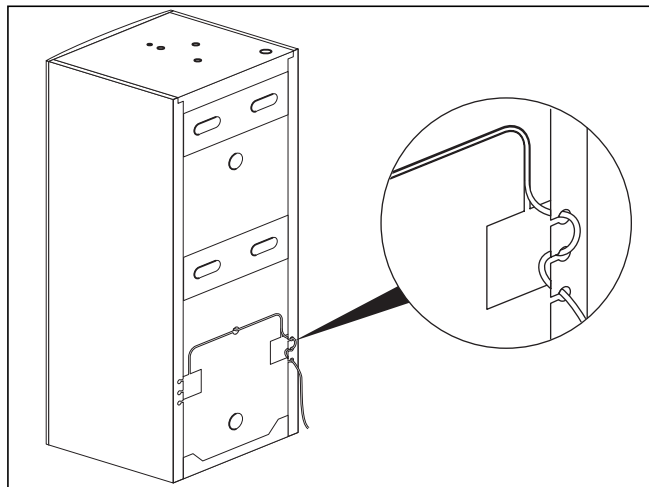

Fig. 5.1 Tilslutning af beholderfølerledningen
- Skub føleren i beholderfølermuffen som vist på fig. 5.1 (se fig. 2.1, pos. **11**).